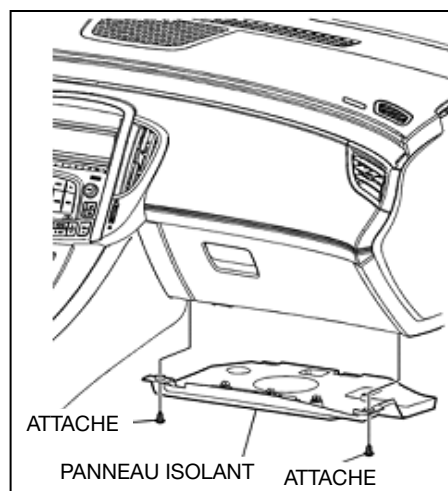

Fig. 18
2. Retirez le panneau et les attaches de l'isolant du tableau de bord (voir Fig. 18).